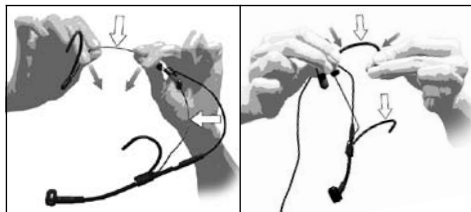

Fig. 6: Come piegare l'archetto sottonucale e l'archetto auricolare
- Tenete l'archetto sottonucale rispettivamente l'archetto auricolare fermi nei punti indicati nella fig. 6 e piegateli **prudentemente** un po' verso l'interno.
Vedi fig. 6.